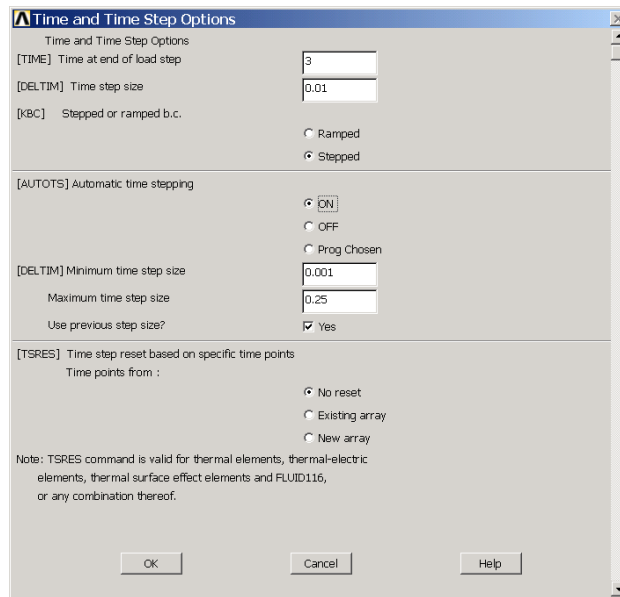

图11.39 设置荷载步选项
(25) 单击 Main Menu>Solution>Define Loads>Apply>Thermal>Convection>On Lines 菜单，弹出图形拾取对话框，选择砂模边界 L1、L3 和 L4，单击【OK】按钮。在【File coefficient】文本框中输入【80】，在【Bulk temperature】文本框中输入【80】，然后单击【OK】按钮。
(26) 单击 Main Menu>Solution>Load Step Opts>Time/Frequenc>Time - Time Step 菜单，弹出【Time and Time Step Options】对话框，如图 11.39 所示。在【Time at end of load step】文本框中输入【3】，在【Time step size】文本框中输入【0.01】，选择【Stepped】单元按钮，选择【Automatic time step size】为【ON】，在【Minimum time step size】文本框中输入【0.001】，在【Maximum time step size】文本框中输入【0.25】。然后单击【OK】按钮。